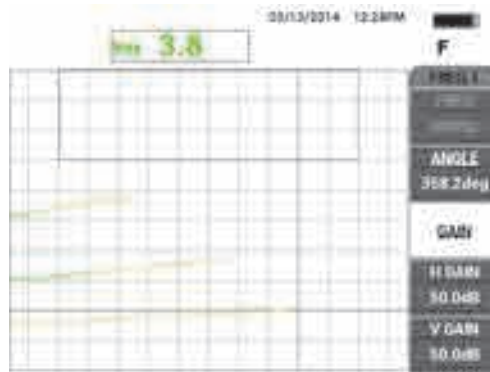

Рис. 5-78 Сигналы различных образцов проводимости
8. Установите преобразователь поочередно на проводящие образцы 17 %, 32 % и 45 %, затем нажмите клавишу FREEZE () (см. Рис. 5-78 на стр. 188).